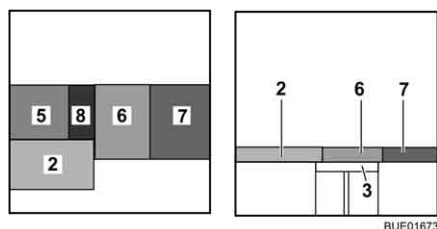

Fig. 143 Après la transformation
- Placer le coussin d'assise (Fig. 143,7) au centre.
- Placer le coussin de dossier (Fig. 143,6) entre le coussin d'assise et la cloison.